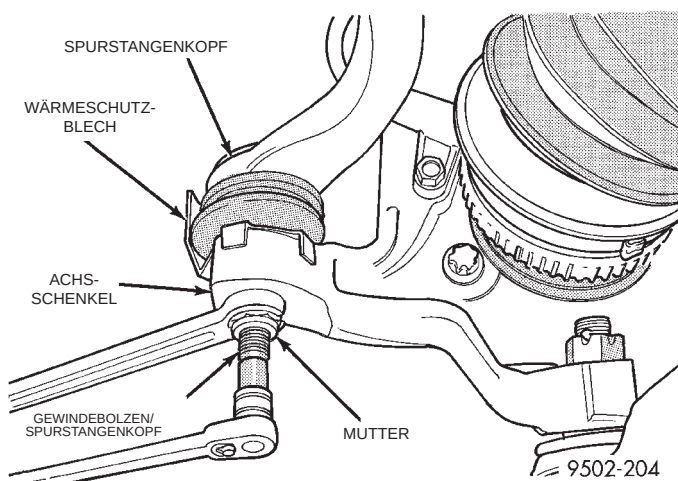
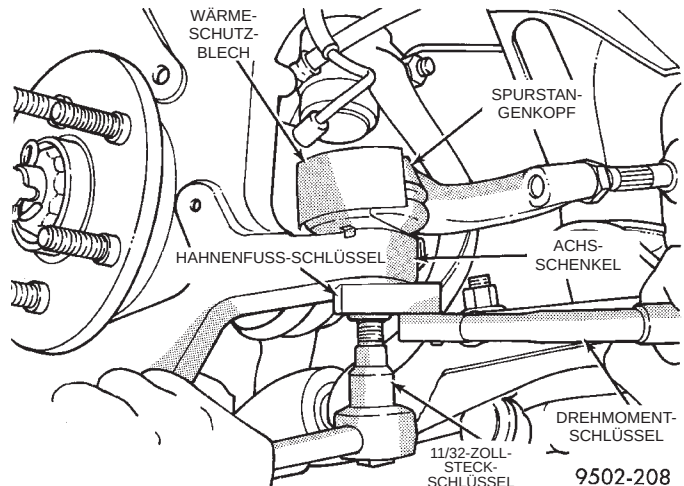

Abb. 28 Befestigungsmutter des Spurstangenkopfes
Abb. 37 Mutter des Spurstangenkopfes festziehen
(3) Die Mutter des Spurstangenkopfes vom Achsschenkel lösen (Abb. 28). **Die Mutter des Spurstangenkopfes nur nach der folgenden Anleitung lösen. Den Gewindebolzen des Spurstangenkopfes mit einem 11/32-Zoll-Steckschlüssel festhalten und die Mutter mit einem Ringschlüssel lösen (Abb. 28).**
(4) Spurstangenkopf in den Achsschenkel einbauen. Mutter von Hand auf den Spurstangenkopf aufschrauben. Gewindebolzen des Spurstangenkopfes festhalten und die Mutter anziehen (Abb. 28). Dann mit einem Hahnenfuß-Schlüssel und 11/32-Zoll-Steckschlüssel (Abb. 37) die Mutter am Spurstangenkopf mit einem Anzugsmoment von 61 N·m (45 ft. lbs.) festziehen.